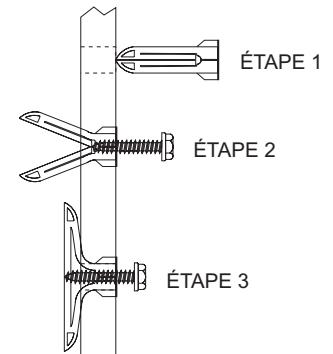

Figure 2
3. Après avoir localisé les trous de montage, percer (2) trous de 5/16" (7.8mm) de diamètre dans le mur. Insérer les (2) ancrages d'expansion en plastique dans les trous. Insérer les (2) vis 10 x 1 1/2" (38mm) dans les ancrages d'expansion en plastique. Les vis sont fournies dans l'ensemble de la soufflerie. Ne vissez pas complètement les vis dans les ancrages d'expansion en plastique, laisser un espace de 7/16" (11mm) entre la tête de la vis et l'ancrage d'expansion en plastique. Référez-vous à la Figure 2.
4. À la partie supérieure de la paroi extérieure, enlevez la (1) vis du trou du milieu qui attachent la paroi extérieure avec le collecteur. Aussi enlevez les (2) vis qui attachent la partie inférieure de la paroi extérieure à la paroi intérieure.
6. Enlever (4) vis 8 x 3/8" qui attachent l'avant de la soufflerie au châssis de la soufflerie.
7. Après avoir localisé les trous de montage, percer (2) trous de 5/16" de diamètre dans le mur. Insérer les (2) ancrages d'expansion en plastique dans les trous. Insérer les (2) vis 10 x 1 1/2" dans les ancrages d'expansion en plastique. Les vis sont fournies dans l'ensemble de la soufflerie. Ne vissez pas complètement les vis dans les ancrages d'expansion en plastique, laisser un espace de 7/16" entre la tête de la vis et l'ancrage d'expansion en plastique. Référez-vous à la Figure 2.
9. Enlever les (4) vis 8 x 3/8" qui attachent l'avant de la soufflerie au châssis de la soufflerie.
13. Aligner les encoches de repérage sur l'arrière du châssis de la soufflerie avec les (2) vis qui sont attachées au mur. Placer le châssis de la soufflerie à fleur avec la surface murale et sur le dessus de la paroi extérieure. Visser complètement les vis du châssis de la soufflerie au mur. Ce sont les vis de l'Étape 7.
15. Attacher l'avant de la soufflerie au châssis de la soufflerie en utilisant les quatre (4) vis 8 x 3/8" de l'Étape 9.